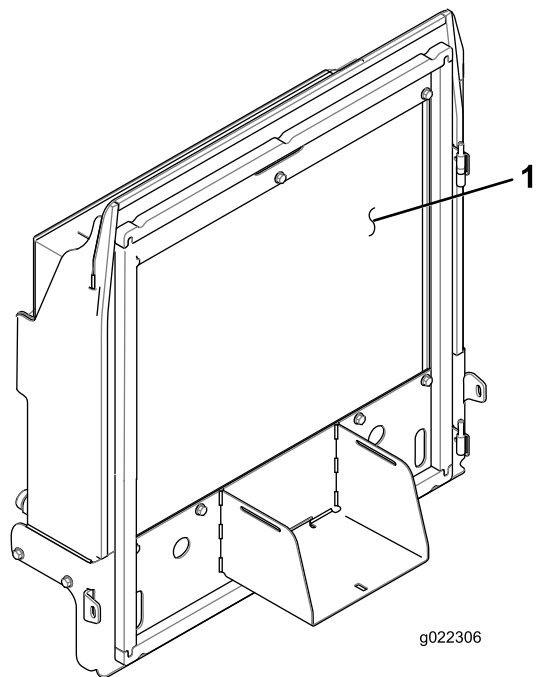

Bild 70
4. Reinigen Sie beide Seiten des Kühlers bzw. Ölkühlers (**Bild 70**) gründlich mit Druckluft.